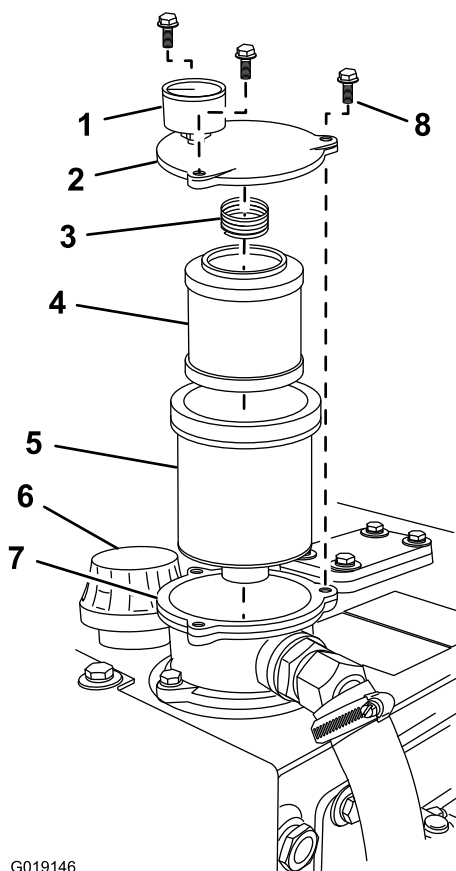

Figura 74
- A. Coloque un trapo sobre el tapón/respiradero del depósito hidráulico, y gire el tapón lentamente en sentido antihorario para retirar el tapón/respiradero (Figura 74).
- B. Coloque el tapón/respiradero (Figura 74).
- A. Retire los 3 pernos de cabeza hexagonal que sujetan la tapa del filtro a la carcasa del filtro (Figura 74).
- B. Retire la tapa del filtro, el muelle, el elemento del filtro y el cuerpo del filtro (Figura 74).
- B. Instale el cuerpo del filtro en el alojamiento del filtro Figura 74.
- D. Instale el elemento del filtro nuevo en el cuerpo del filtro (Figura 74).
- E. Instale el muelle (Figura 74).
- F. Alinee la tapa del filtro con el alojamiento del filtro, y posicione el indicador del filtro hidráulico junto al tapón/respiradero del depósito hidráulico (Figura 74).
- G. Enrosque los 3 tornillos de cabeza hexagonal que se retiraron en el paso A de Retirada del filtro hidráulico (página 61) a través de la tapa del filtro y en el alojamiento del filtro (Figura 74).